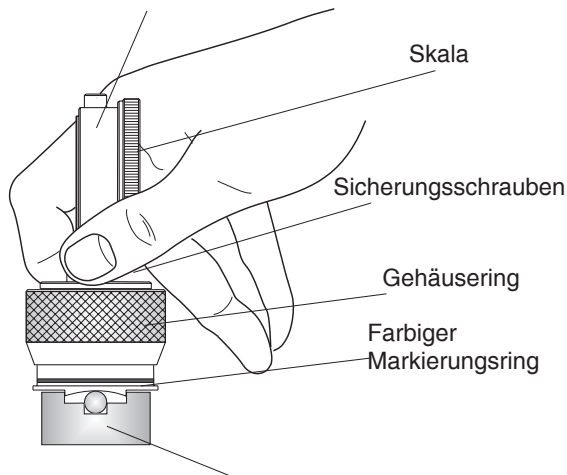

fig. 3.3.1 Prüfblock Typ HP-PT für Textilhärteprüfer mit gekrümmter Auflagefläche Option
- Den Härteprüfer auf die Prüfblock (HP-PT) Option drücken (fig. 3.3.1).